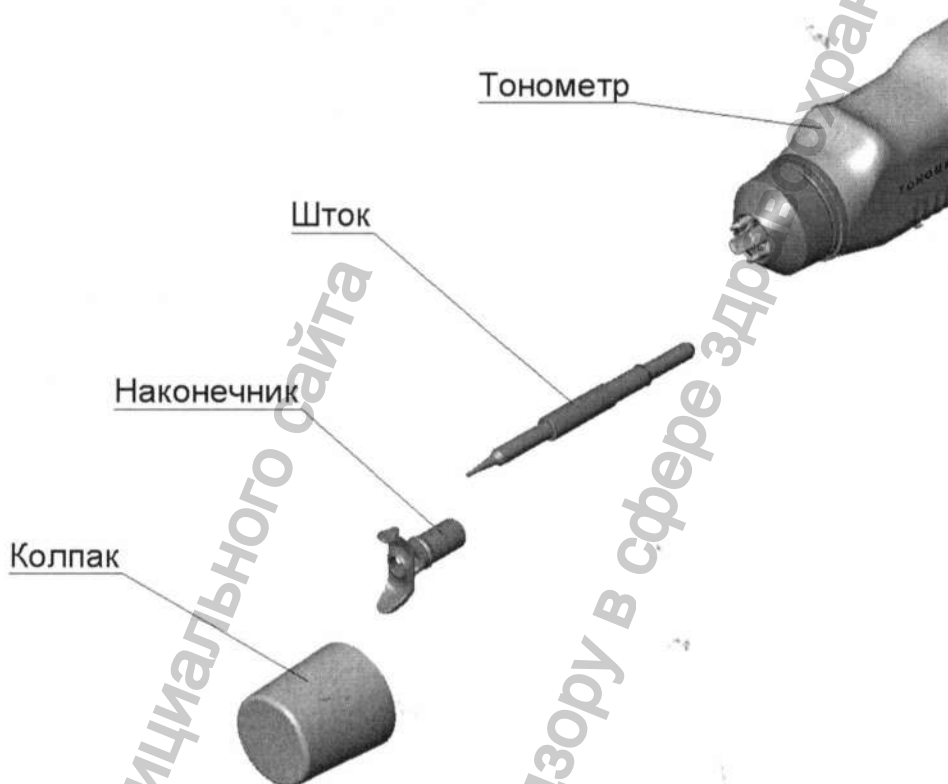

Рисунок 2 – Подготовка тонометра к очистке штокового механизма
5.2 Очистка штокового механизма тонометра от пыли и загрязнений должна проводиться по следующей методике (рисунок 2):